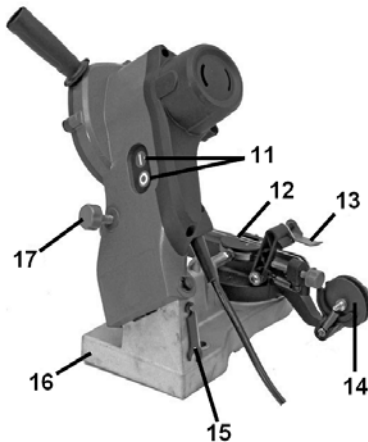

Рисунок 2
4.3.4 Встановіть необхідну глибину заточування за допомогою обмежувача глибини (17, рис. 2).